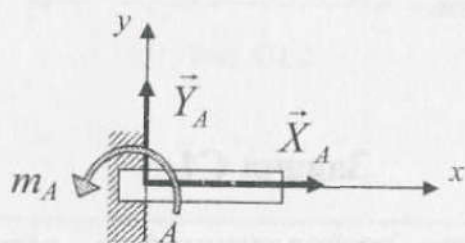

Рис. 10
3. Жесткая заделка (рис. 10) не допускает ни линейных перемещений, ни поворотов заземленного конца балки. Поэтому реакцию жесткой заделки заменяют силой реакции \vec{R}_A , не известной по модулю и направлению, и парой сил m_A , момент которой также не известен. Силу реакции \vec{R}_A разлагают на две взаимно перпендикулярные составляющие \vec{X}_A и \vec{Y}_A .